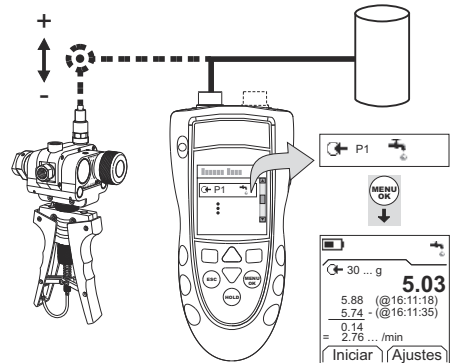

Figura 3: Ejemplo de configuración - Prueba de fugas
1. Conecte el instrumento (Figura 3) y, si es necesario, ajuste la opción Configurar (Tabla 1).